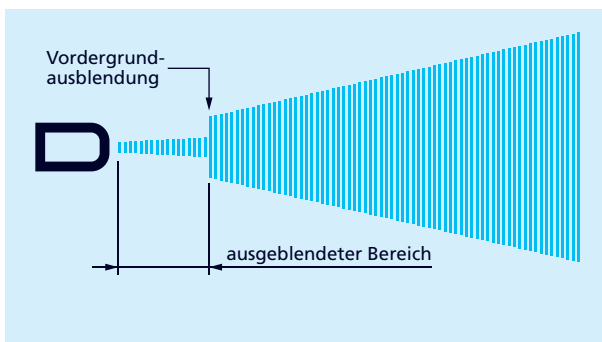

Bild 13: Messkonfiguration – Vordergrundausbldung
– von der Blindzone bis zum eingestellten Wert – das Echo-signal unterdrückt (vgl. Bild 13).